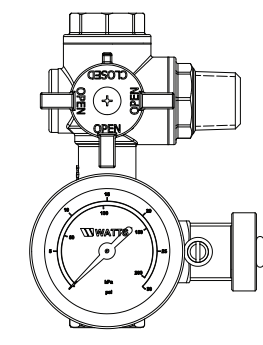

Fig. 6
2. Enfoncer le robinet du RBFF et le tourner en position « orifice-système fermé » (cf. Figure 6). Relâcher pour verrouiller.
1. Enfoncer le robinet du RBFF et le tourner à 90° dans le sens horaire en position « orifice-système fermé » (cf. Figure 6). Relâcher pour verrouiller.